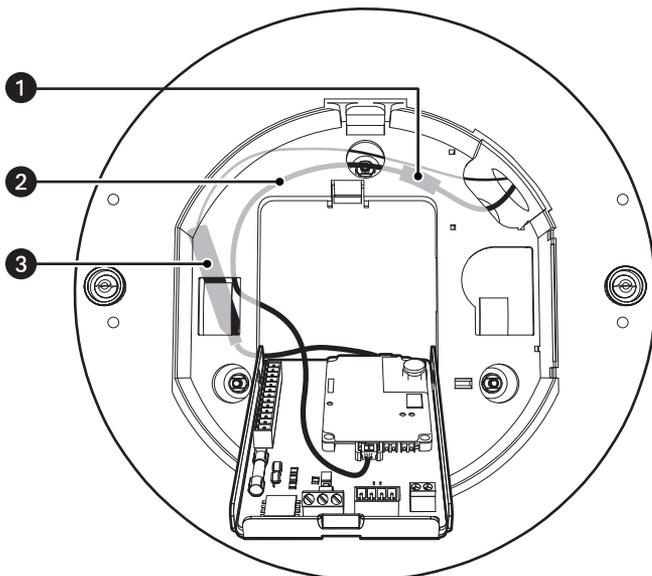

Figura 11. Encaminamiento de los cables en la caja posterior
8. Antes de cerrar la puerta de interconexión, compruebe que no haya cables entre la parte superior del soporte del disipador de calor y la caja posterior (consulte la Figura 11 en la página 18). Tanto el cable coaxial de video como el cable Ethernet necesitan encaminarse con cuidado para asegurar un espacio libre para el soporte del disipador de calor.